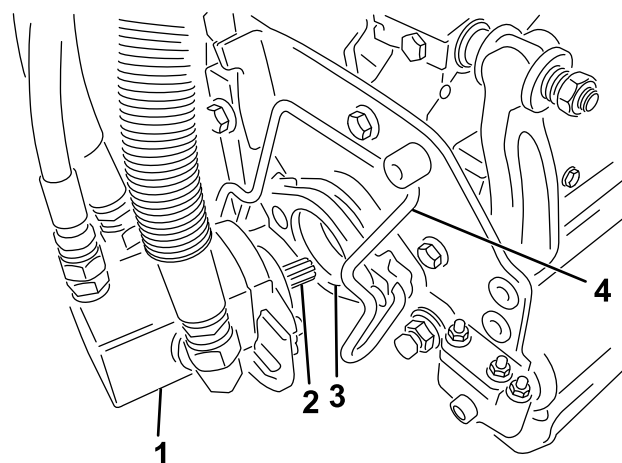

Figura 54
5. Cubra el eje acanalado del motor de la unidad de corte con grasa limpia (Figura 54).
6. Introduzca el motor en el lado izquierdo de la unidad de corte (visto desde el puesto del operador) y tire de la barra de retención del motor en la unidad de corte hacia el motor hasta que oiga un “clic” en ambos lados del motor (Figura 54).